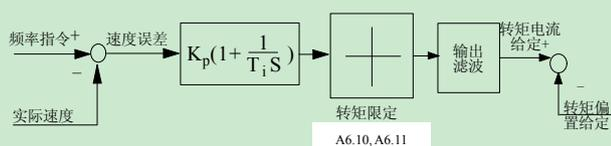

图 6-15 速度调节器简化图
1. 速度调节器（ASR）的构成如图 6-15 所示。图中  $K_p$  为比例增益 P， $T_i$  为积分时间 I。